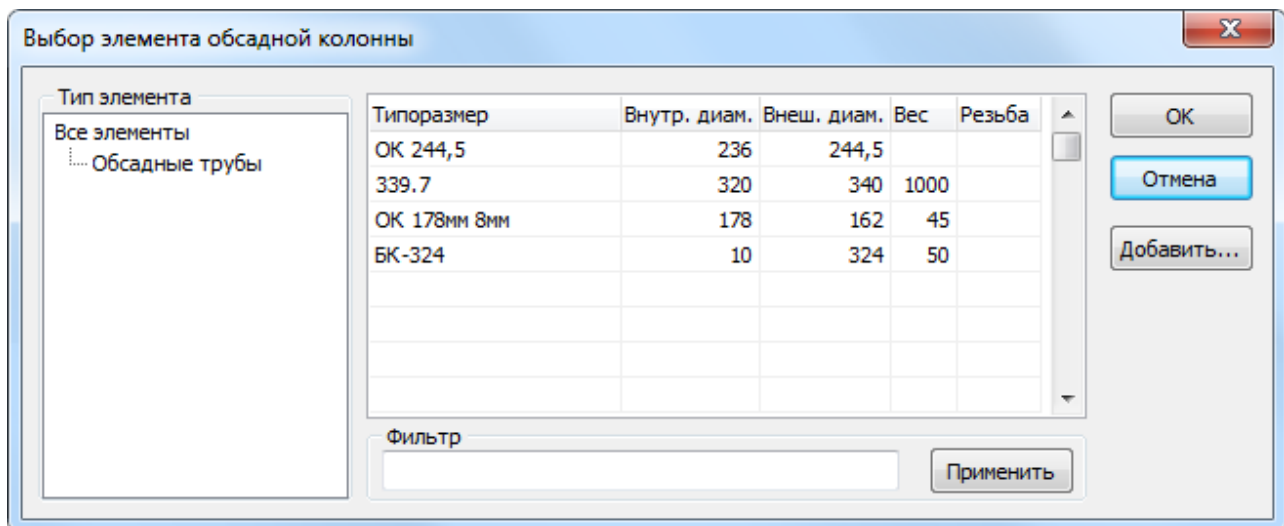

Рисунок 82. Выбор элемента обсадной колонны
1. Если таблица "**Конструкция обсадной колонны**" содержит одну пустую строку, то нажмите левой кнопкой мыши на поле **Типоразмер** или нажмите на кнопку  **Изменить**. После этого откроется диалог, позволяющий выбрать элемент обсадной колонны (Рис. 82). В противном случае сначала добавьте новую строку с помощью кнопок  **Добавить** или  **Строка**.
Для замены элемента обсадной колонны выберите нужную строку и нажмите кнопку  **Изменить**. После этого откроется диалог **"Выбор элемента обсадной колонны"** (Рис. 82), работа в котором аналогична работе в диалоге при добавлении элемента обсадной колонны.
3. В появившемся диалоге **"Выбор элемента обсадной колонны"** (Рис. 82) выберите подходящий элемент и нажмите кнопку **OK** или клавишу "Enter".